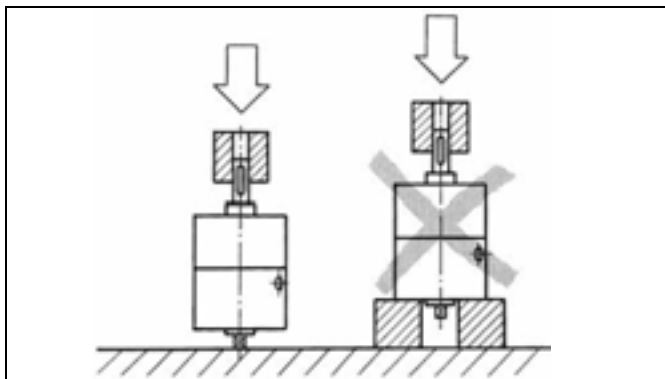

Fig. 4: Charge directement sur l'arbre
- ▶ Si la charge repose sur l'arbre du vérin rotatif, la force développée doit être absorbée par l'arbre même. Voir Fig. 4.